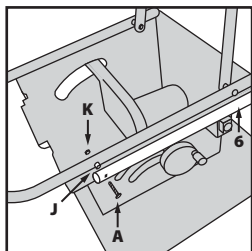

Fig. 10
- Reliez l'élément **3** au reste du piètement, à l'aide des fixations restantes **A, J et K** (**Fig. 10**). Écarter l'élément **4** peut faciliter cette opération.